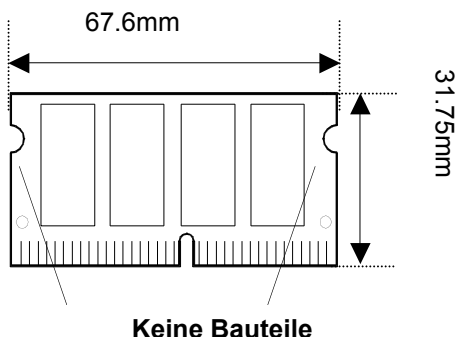

Bild 2-6
3. Heben Sie die Tastatur vorsichtig heraus, um das Mainboard freizulegen. Finden Sie den Speichersockel. (Bild 2-6/7).
- Bitte vergewissern Sie sich, daß an den Kanten des Speichermoduls keine Komponenten angebracht sind (Siehe Bild 2-6). Es wird empfohlen die RAM Module welche mit Intel's unbuffered SO-DIMM (67.6mmX31.75mm) übereinstimmen. Bitte kontaktieren Sie Ihren Händler um weitere Informationen zu erhalten.